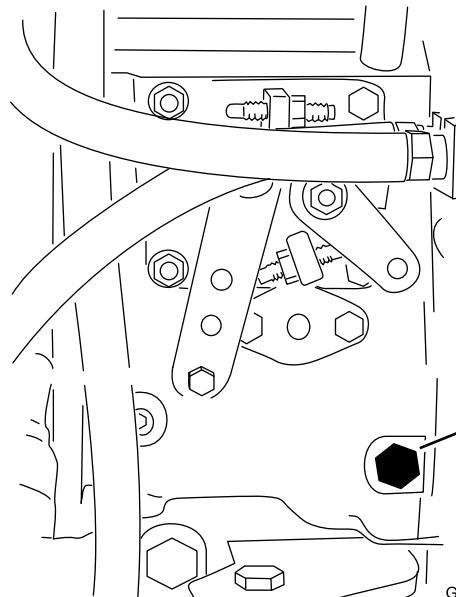

Figura 36
3. Desaperte o parafuso de purga que se encontra na bomba de injeção de combustível (Figura 36) com uma chave de 12 mm.